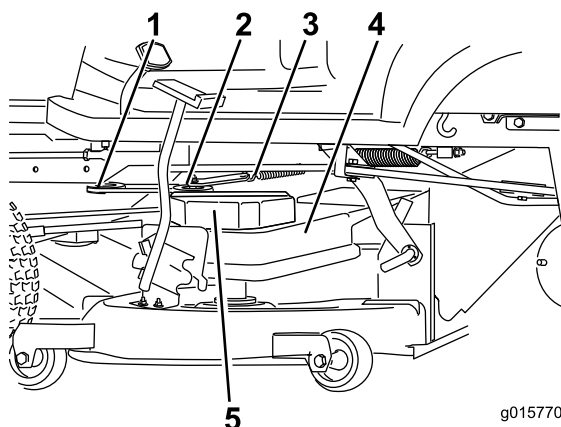

Figure 1
1. Déposez la courroie de l'embrayage de PDF et le ressort de tension de la poulie de tension (Figure 1).
3. Déposez le couvercle de la poulie et la poulie du côté gauche du couvercle de la courroie du plateau de coupe (Figure 1).